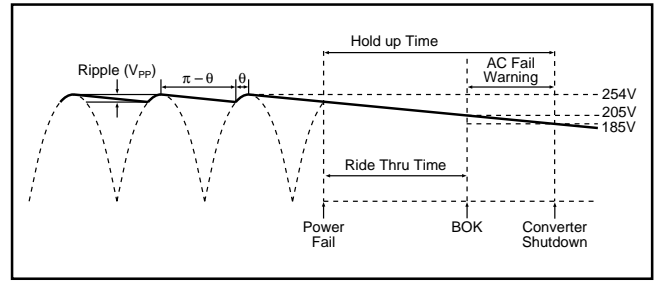

图8 保持时间
保持电容的容量决定于输出母线电压的纹波、电源中断保持时间 (Hold-up Time 即 BOK 变为高电平到转换器模块关断之间的时间) 和过渡时间 (Ride-through Time 即预先发出电源中断信号到 BOK 变为高电平的时间) (参看图8)。在许多实际应用中, 都要求输入电源出现
保持时间 (Δt) 为电源中断告警 (BOK) 到转换器模块关断之间的时间, 如图8所示。BOK 和使能门限值分别为 **205V** 和 **185V**。将这些数值代入公式 (3) 中, 可简化保持时间、功率和母线电容之间的关系:
例如，转换器输出电压为 15V，额定输入电压为 300V 时，纹波抑制比将为 56dB，即输入纹波电压 10Vpp 将产生输出纹波电压 15mVpp。公式 3 仍然适用于计算保持电容所需的容量，在这种情况下，V1 和 V2 分别为纹波电压峰值和谷值处的母线电压瞬时值，参看图 8。在经整流的市电电压的两个峰值之间的时间间隔 Δt 内，保持电容必须保持规定的母线电压，Δt 可由下式给出：